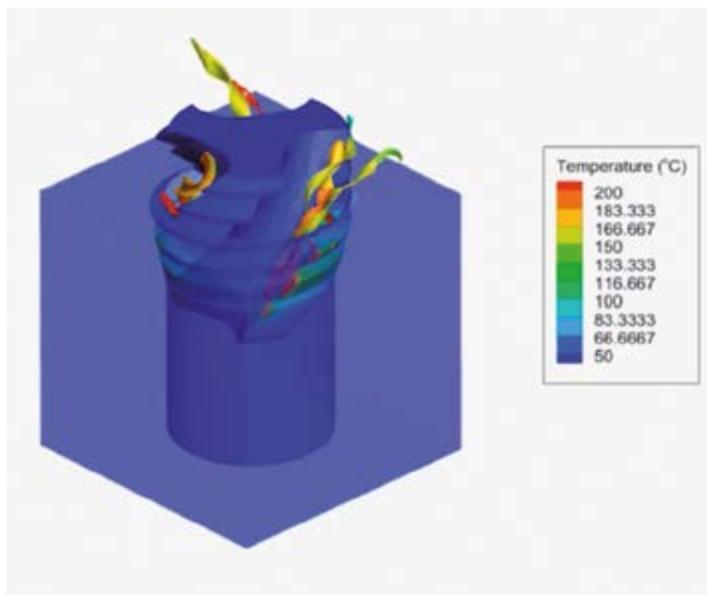

Figura 1. Le simulazioni consentono di prevedere l'evoluzione termica durante l'uso, ottimizzando la gestione del calore
- **Temperatura:** Il calore generato durante il processo di taglio è una variabile critica che influisce direttamente sulla durata dell'utensile e sulla qualità del prodotto finito. Le simulazioni consentono di prevedere l'evoluzione termica durante l'uso, ottimizzando la gestione del calore e selezionando i materiali e i coating più idonei (figura 1);